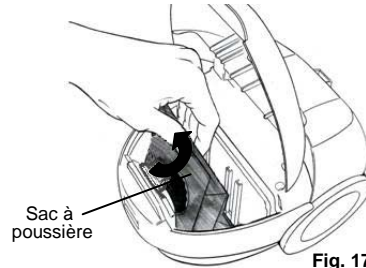

Fig. 17
3. Ensuite, tirez sur le collet de carton et soulevez légèrement le sac à l'extérieur du compartiment. (Fig. 17)